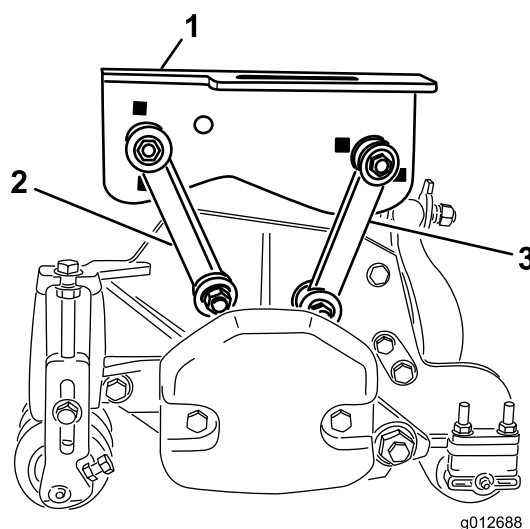

Figura 17
- Fixe as ligações de montagem frontais à estrutura de suporte intermédia com um parafuso (3/8" x 2 1/4"), 2 anilhas de cabeça chata e uma porca de bloqueio, como se mostra na Figura 17. Posicione uma anilha em cada lado da ligação quando estiver a montar. Aperte os parafusos e porcas com 42 N m.
- Fixe as ligações de montagem traseiras à estrutura de suporte intermédia com um parafuso (3/8" x 2 1/4"), 2 anilhas de cabeça chata e uma porca de bloqueio, como se mostra na Figura 17. Posicione uma anilha em cada lado da ligação quando estiver a montar. Aperte os parafusos e porcas com 42 N m.